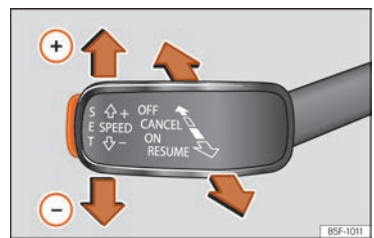

Abb. 54 Links von der Lenksäule: Dritter Hebel zur Bedienung des GRA.
- GRA einschalten: dritten Hebel in Stellung **ON** bringen **»» Abb. 54**. System wird eingeschaltet, jedoch erfolgt noch keine Regelung, da noch keine Geschwindigkeit gespeichert ist.
- GRA aktivieren: Drücken Sie die Taste **SET** **»» Abb. 54**. Die aktuelle Geschwindigkeit wird gespeichert und geregelt.
- GRA vorübergehend abschalten: Bewegen Sie den Hebel in die Stellung **CANCEL** **»» Abb. 54** und lassen Sie ihn los oder treten Sie auf die Bremse. Regelung wird vorübergehend abgeschaltet.
- GRA wieder einschalten: Bewegen Sie den Hebel in die Stellung **RESUME** **»» Abb. 54** und
- GRA abschalten: Bewegen Sie den dritten Hebel in die Stellung **OFF** **»» Abb. 54**. Das System wird abgeschaltet und die gespeicherte Geschwindigkeit gelöscht.